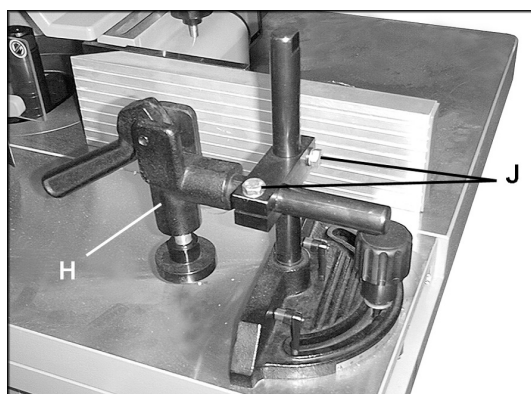

Рисунок 11
3. Прижим (Н, Рис. 11) поставляется с угловым упором, чтобы надежно удерживать заготовку при фрезеровании небольших заготовок перпендикулярно волокнам древесины. Прижим следует установить, как показано на рисунке, его можно регулировать, ослабив винты (J, Рис. 11).